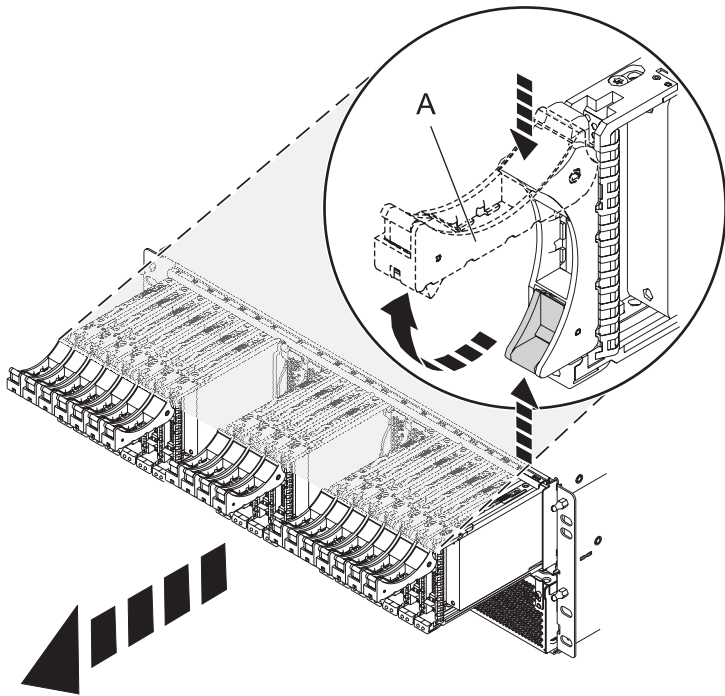

Figure 74. Retrait des unités du fond de panier
4. Retirez les unités et les obturateurs, comme illustré dans la figure 74.